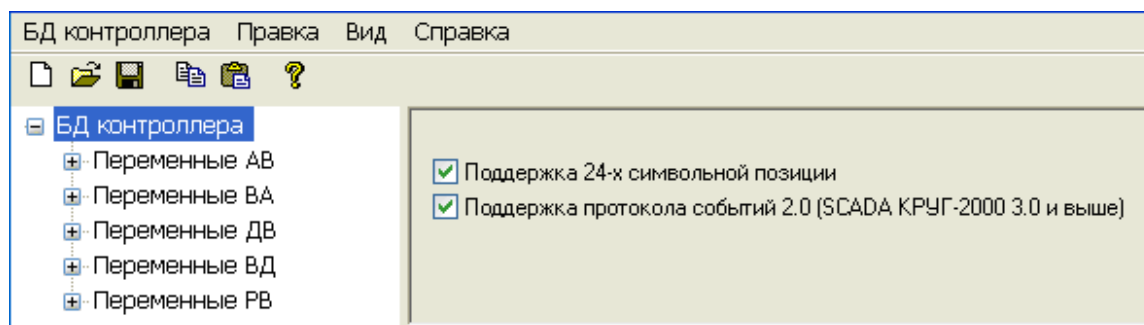

Рисунок 2.8 – Изменение настроек БД
- **Изменение глобальных настроек БД** производится путём выбора элемента " БД контроллера" в списке переменных. После чего на панели отображения контекстнозависимой информации появится диалог (рисунок 2.8), в котором возможно установить признаки поддержки 24-х символьной позиции и поддержки протокола событий версии 2.0